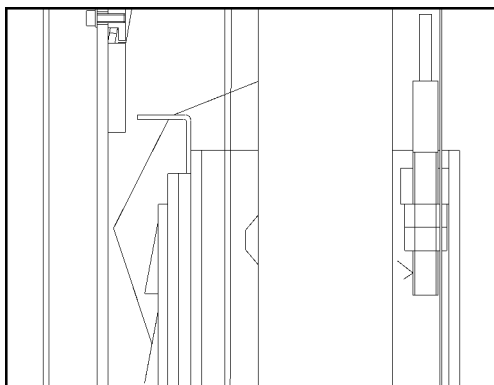

Fig. 14
- ◆ Håll båda kablarna i balans under höjning eller sänkning. (**Fig. 14**)